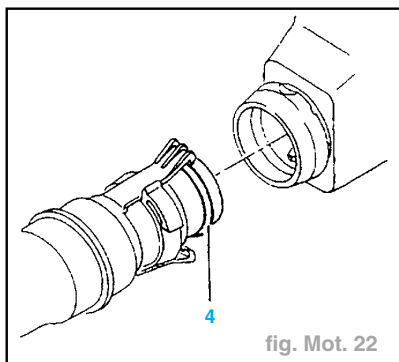

fig. Mot. 22
- Positionner un joint neuf (4) au fond de l'embout mâle.
- Mettre le joint (4) en position en le faisant rouler d'un tour sur lui-même (fig. Mot. 22).